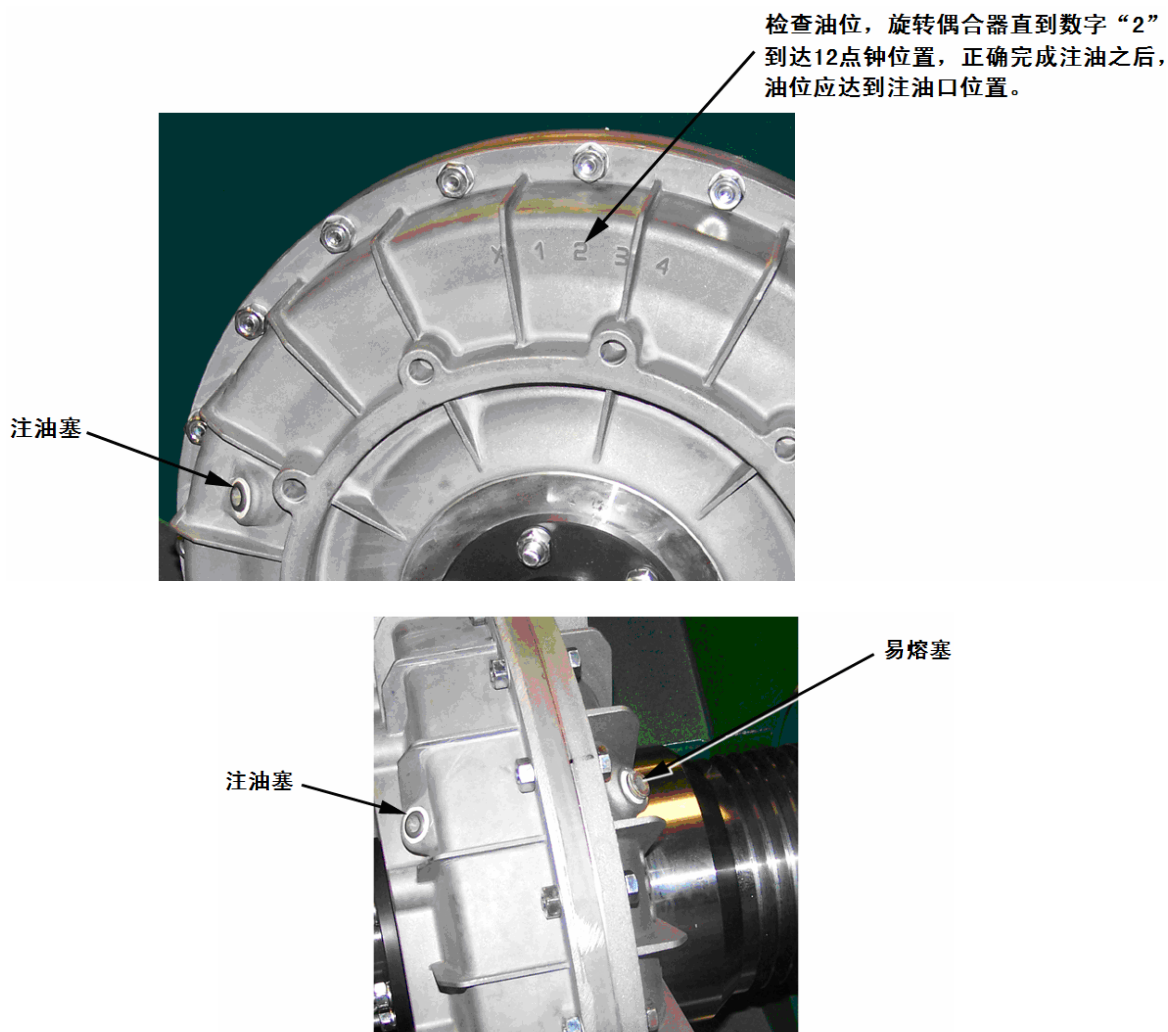

图 5-2：检查液力耦合器及注油
检查液力耦合器的油位（图 5-2）	每两周
1. 旋转耦合器直到外壳上的数字“2”到达 12 点钟位置（见图 5-2）。